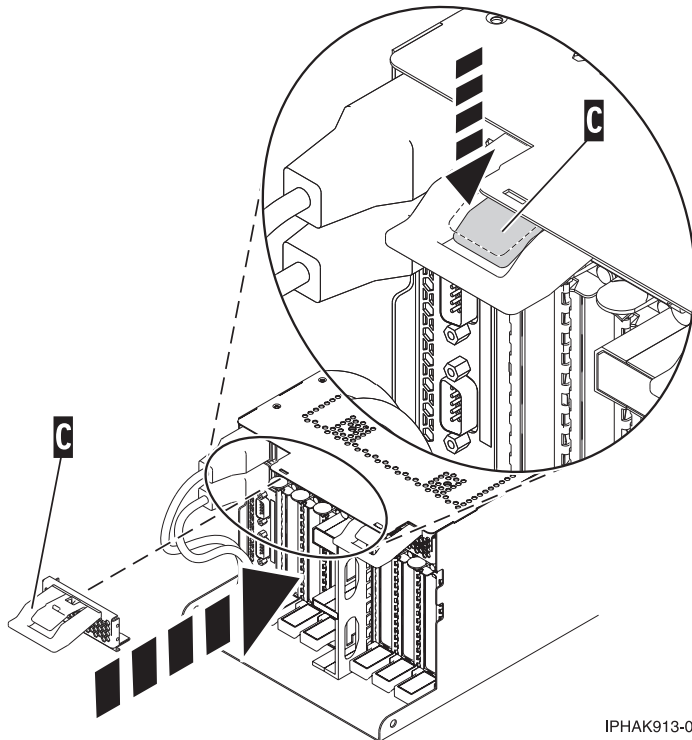

図 92. クローズ位置にある PCI アダプター EMC シールド
- b. 112 ページの図 92 に示すように、EMC シールド (C) を取り替えます。